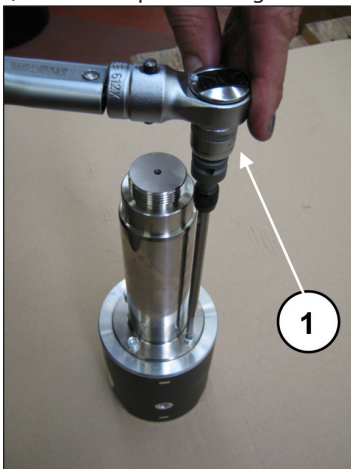

Fig. 40
Bloquer le guide de piston dans un étau à l'aide d'un outil spécial et serrer les vis à l'aide d'une clé dynamométrique (rep. ①, Fig. 40) selon les explications figurant au chapitre 3.